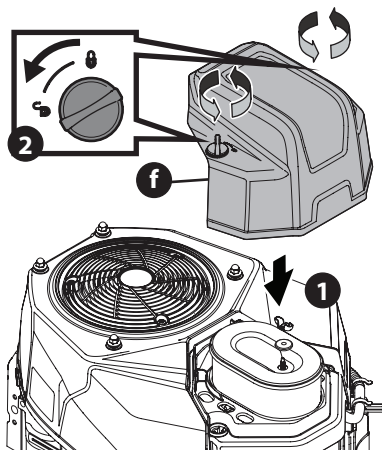

Figure 12
8. Fixez le couvercle du filtre à air (f) (Figure 12). Tournez les vis de serrage dans le sens horaire jusqu'à ce qu'elles soient bien serrées. Assurez-vous que les vis sont bien alignées.